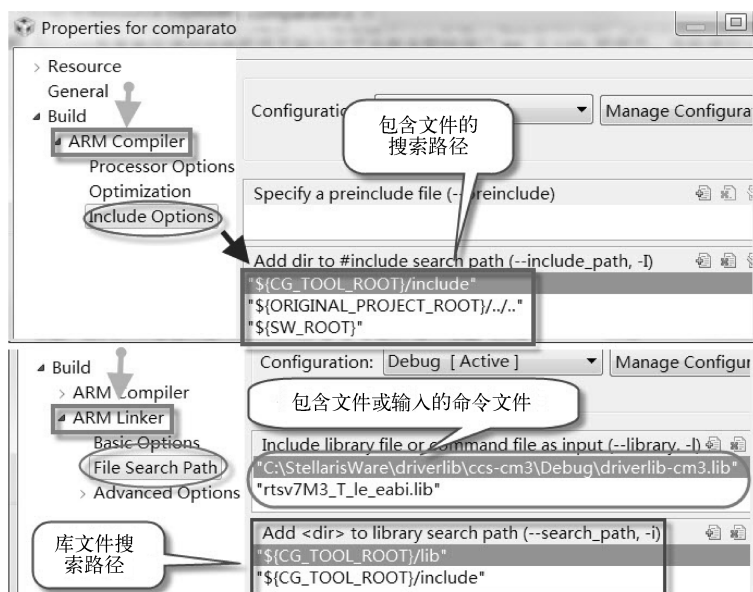

图 6-6 头文件和库文件的搜索路径
(4) 编译 comparator 工程
① 指定头文件和库文件的搜索路径，如图 6-6 所示。